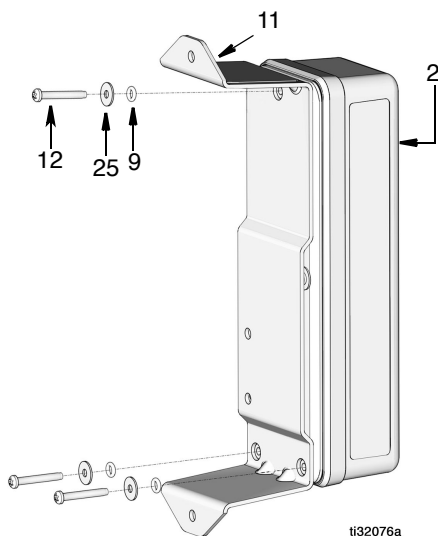

图 12
21. 将 PAC 外壳组件 (2) 对齐到支架 (11)。安装 O 形圈 (9)、垫圈 (25) 和螺丝 (12) 将支架固定到外壳 (图 12)。